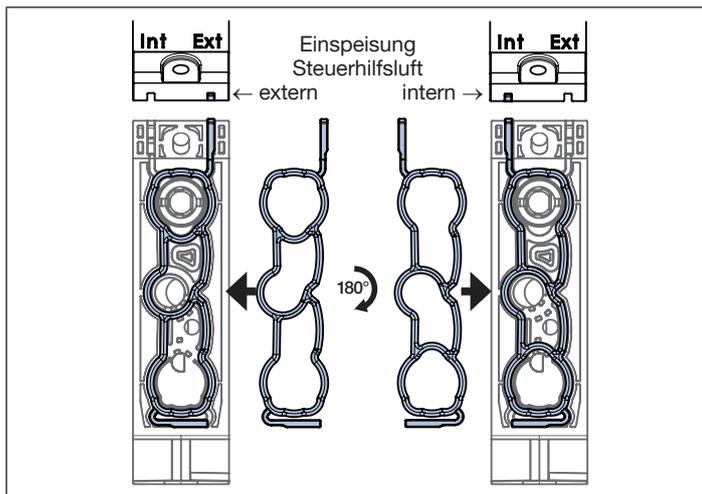

Bild 11: Durch Drehen der Dichtung um 180° wird eingestellt, ob die Einspeisung der Steuerhilfsluft intern oder extern erfolgt.
- ▶ Vor der Inbetriebnahme prüfen, ob alle Dichtungen der Anschlussmodule gleich positioniert sind (extern oder intern, siehe „Bild 11“).